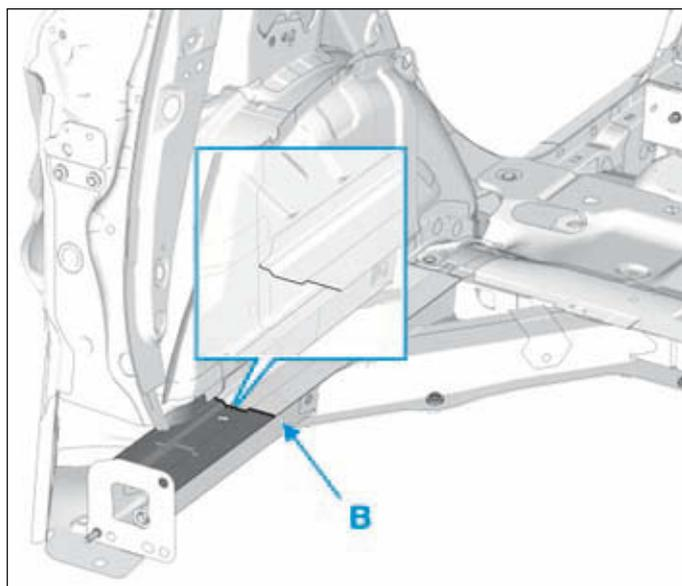

FIG.187
- Respecter la ligne de coupe (B) (Fig.187).